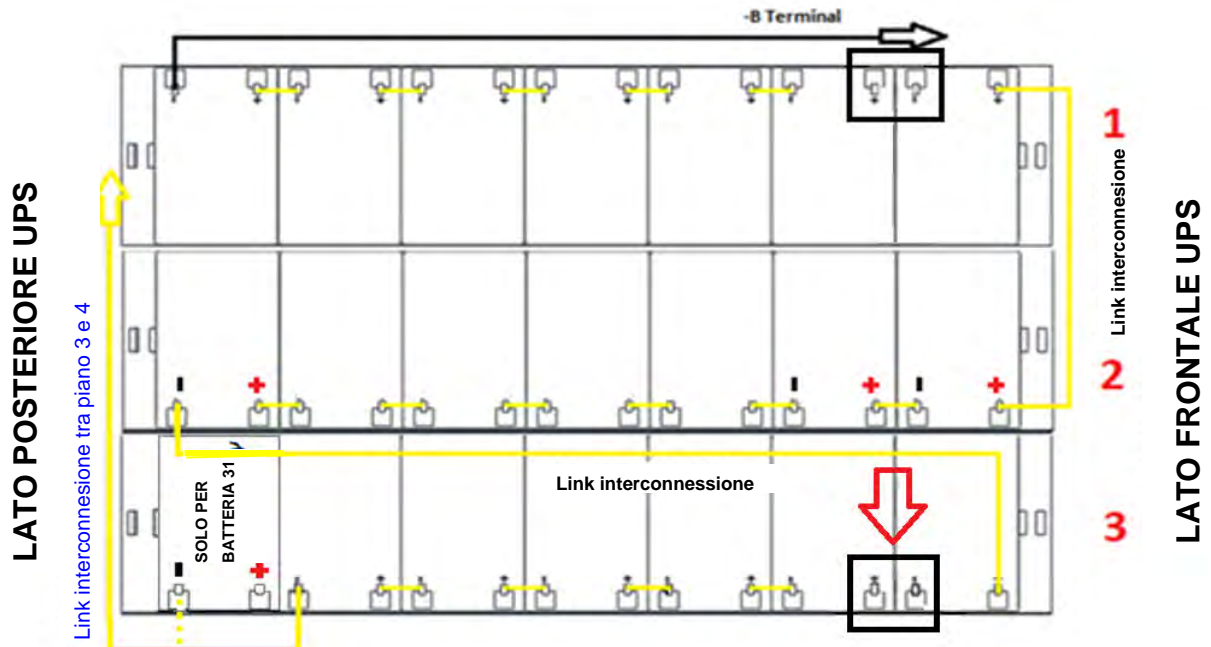

Figura 45 - Vista dall'alto piano N°1 con connessioni batterie
- 21) Dal lato sinistro dell'UPS estrarre parzialmente il cassetto n°3 e inserire il ponticello mancante come dimostrato in figura 45